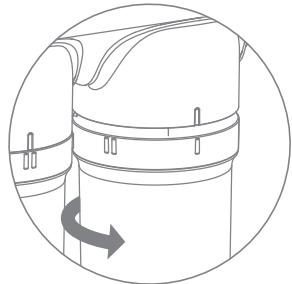
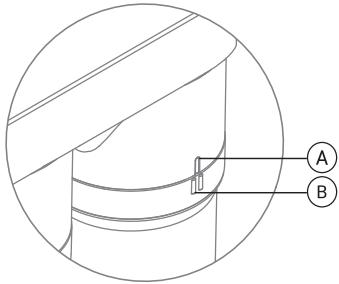

Рис. 8
Рис. 9
5. Поверните картридж по направлению стрелки (рис. 8), чтобы совпали метка «I» (A) на скобе фильтра и метка «II» (Б) на картриdge (рис. 9).